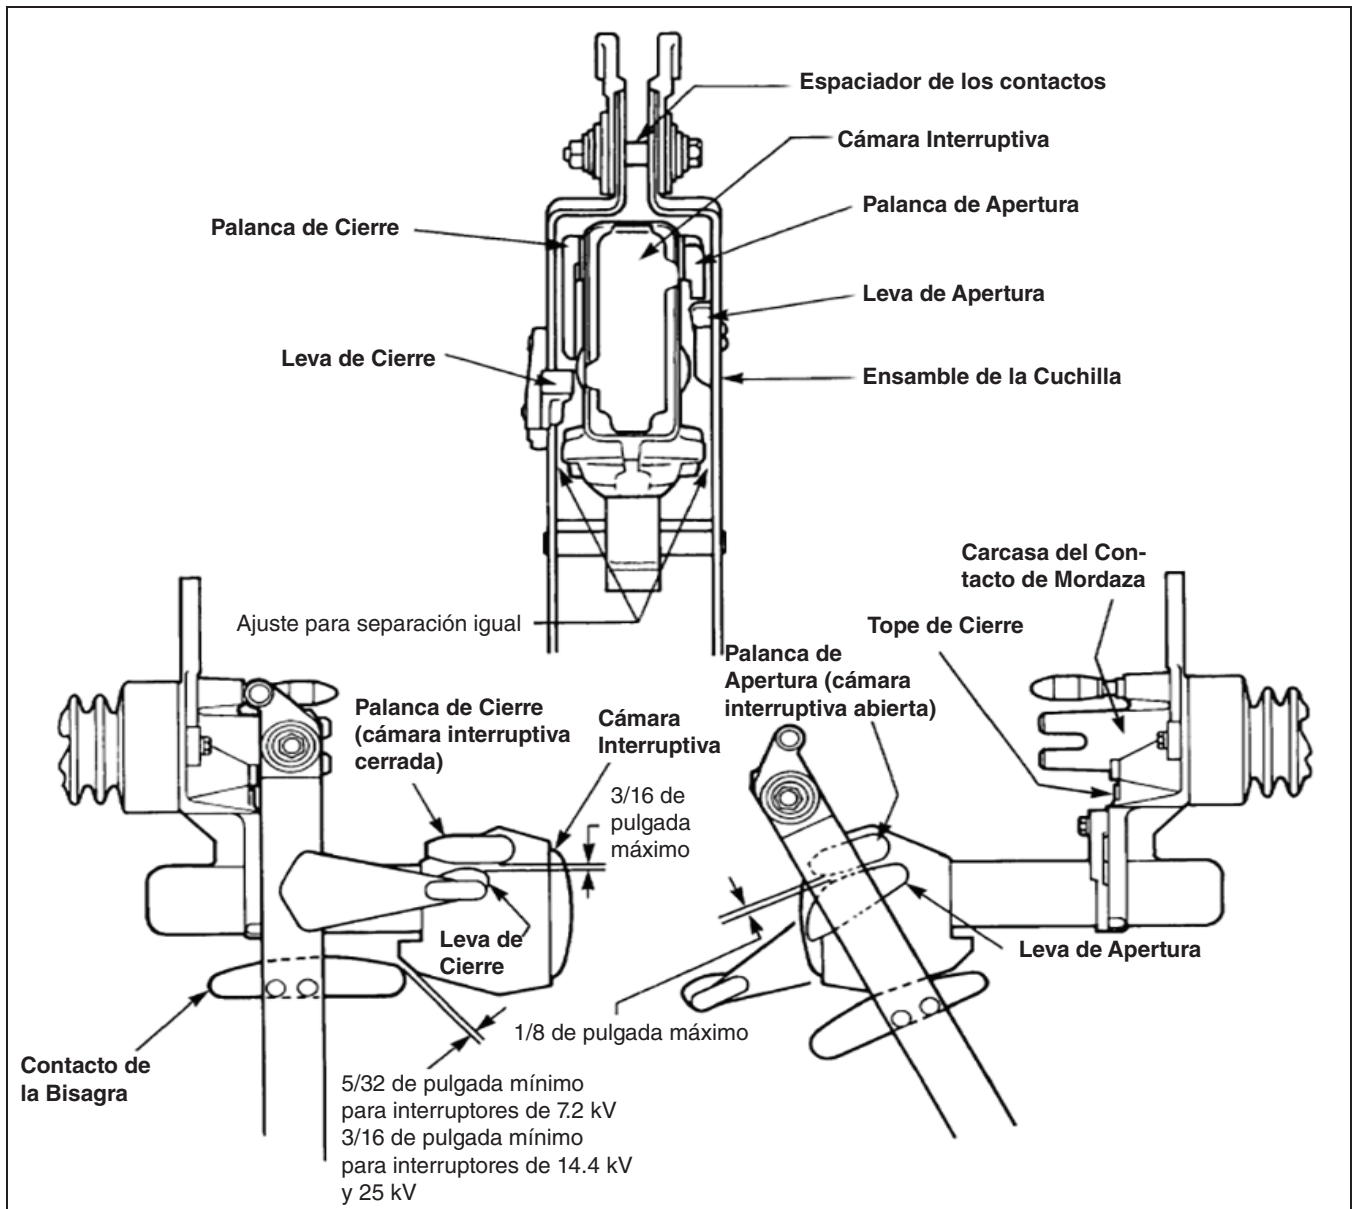

Figura 26. Puntos de inspección de la operación.
- Con la palanca de operación a todo lo que dé en la dirección de cerrado, cada cuchilla del interruptor se encuentra contra su tope de cierre, y cada mecanismo de balanceo del polo del interruptor descansa sobre su tope de alternancia como se muestra en la Figura 26 y en la Figura 4 en la página 11. El(los) brazo(s) de la manivela de la chumacera fuera de línea deben estar en la posición de alternancia en el sobre centro y descansar contra el(los) perno(s) de tope.
- La cámara interruptiva debe yacer en un plano paralelo al recorrido de las cuchillas, y las cuchillas deben pasar sobre la cámara interruptiva con una separación aproximadamente igual en ambos lados como se muestra en la Figura 26.
- Conforme la cuchilla se mueva en la dirección de cierre, la separación entre la leva de apertura de la cuchilla y la palanca de apertura de la cámara interruptiva debe estar dentro del límite que se muestra en la Figura 26.
- En la posición de **Cerrado** total, la separación entre la leva de cierre de la cuchilla y la palanca de cierre de la cámara interruptiva debe estar dentro del límite que se muestra en la Figura 26. También, la separación entre el contacto auxiliar de la cuchilla y el gabinete de la cámara interruptiva debe ser la que se muestra en la Figura 26.